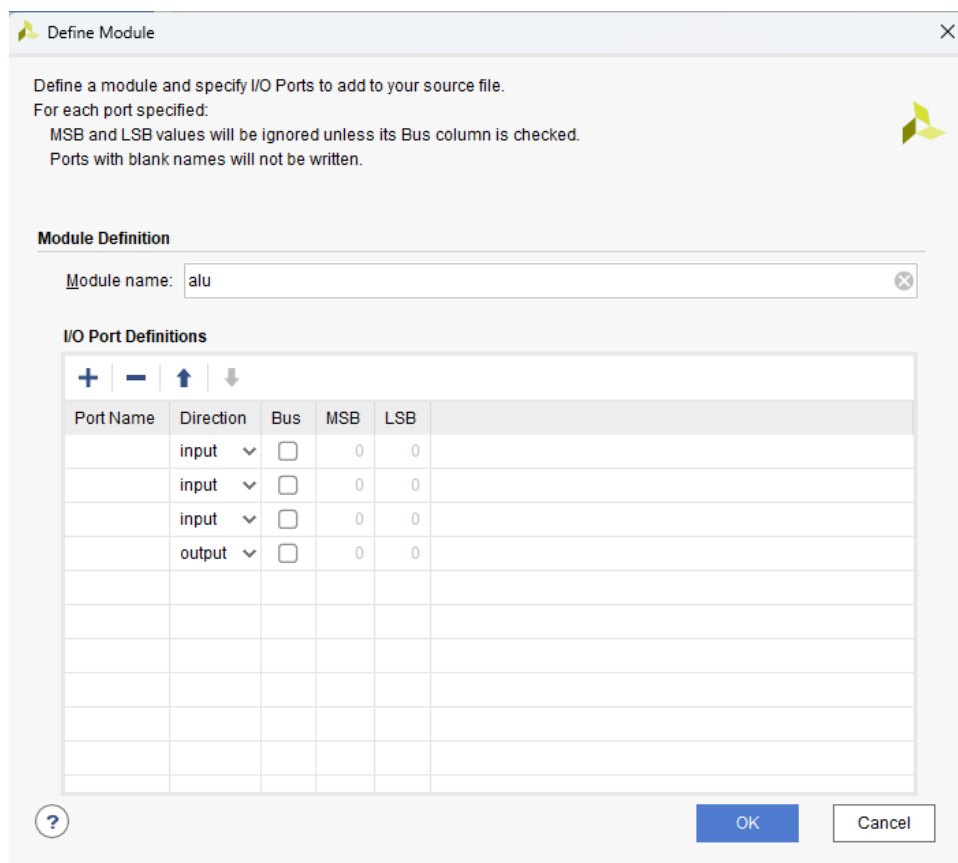

图 3.4.5 Define module
- (3) 在弹出的“Define Module”中（图 3.4.5），创建三个 input，一个 output，然后选择 ok（此步也可以不做）。